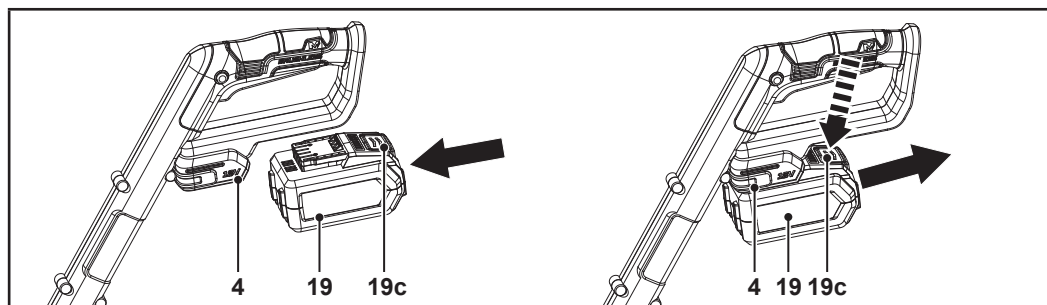

Fig. 3
Montaje: Alinee la batería (19) con el puerto de conexión de la batería (4) y deslícela hacia dentro. Asegúrese de que encaja en su sitio (Fig. 3).
Desmontaje: Presione el botón de liberación (19c) y saque la batería (19) del puerto de conexión de la batería (4) (Fig. 3).
1. Conecte el enchufe (20a) del cargador (20) a una fuente de alimentación adecuada.
2. Alinee la batería (19) con el puerto de conexión de la batería (20d) y deslícela hasta que encaje en su sitio (Fig. 3).